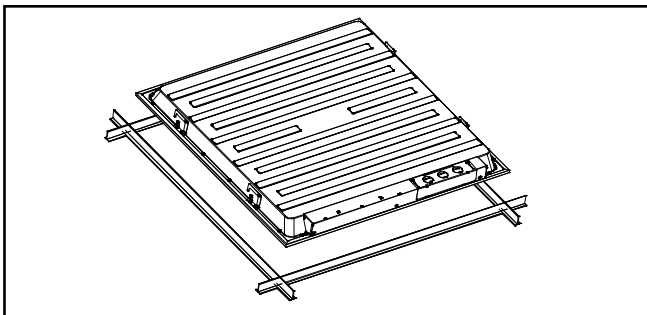

Imagen 2
5. Pase el aplique a través de la red a un ángulo de 45 grados y luego colóquelo en la red (Imagen 2).